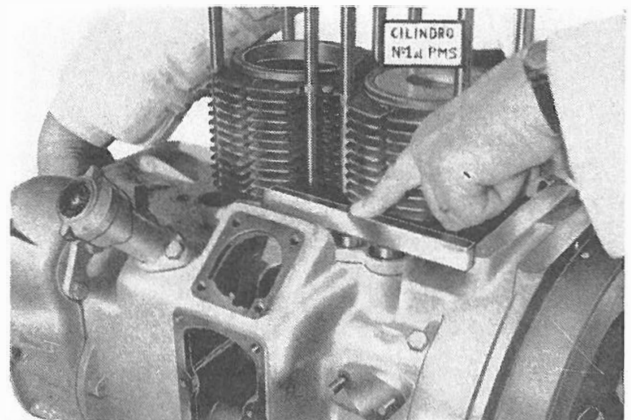

Fig. 79
- Ruotare l'albero a camme e porre le punterie in posizione d'incrocio (aspirazione apre, scarico chiude), controllando con una riga che le punterie siano alla stessa altezza (Fig. 79).
3. Rotate camshaft and align tappets in cross position (intake opens, exhaust closes), checking with a ruler to make sure tappets are at same height (Fig. 79).
- Faire tourner l'arbre à cames et placer les poussoirs en position croisée (l'aspiration s'ouvrant, l'échappement se fermant), en vérifiant avec une règle que les poussoirs sont à la même hauteur (fig.79).